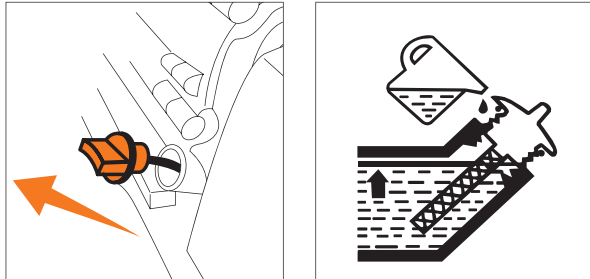

Рис. 16
- Отверните крышку маслозаливной горловины, достаньте щуп (Рис. 16).
- Если уровень масла меньше нижней линии (L) на щупе, добавьте масло до верхней линии (H).